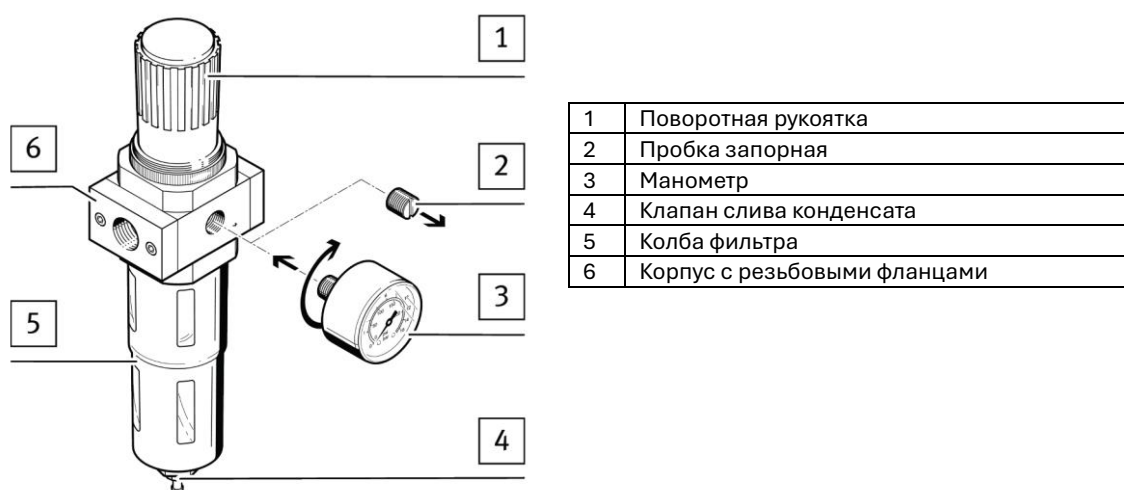

Рис.1 Конструкция фильтра-регулятора
Вверните манометр Поз. 3 до упора как показано на Рис. 1. Предварительно уплотните резьбу манометра фум лентой или специальным герметиком. Доверните до упора и выровняйте шкалу манометра. Для выравнивания можно ослабить манометр максимум на один оборот.
Для настройки давления на выходе (давление p2) разблокируйте поворотную рукоятку Поз.1 Рис. 1 потянув её вверх до щелчка.
Заблокируйте поворотную рукоятку Поз.1 Рис. 1 нажав её вниз до упора сопровождающегося характерным щелчком.
1. Поверните Клапан слива конденсата поз. 4 Рис.1 против часовой стрелки, если смотреть снизу.
2. Открутите колбу фильтра Поз.5 Рис. 1
5. Закрутите колбу фильтра Поз.5 Рис. 1 Момент затяжки: MINI: 2 Нм, MIDI/MAXI: 2,5 Нм.